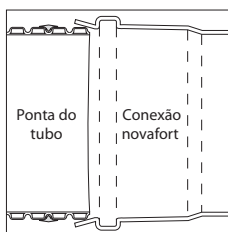

Figura 4
C.4) Encaixe a ponta do tubo Novafort com anel na bolsa da Conexão Novafort Flex, empurrando um contra o outro de forma manual (Figura 4);